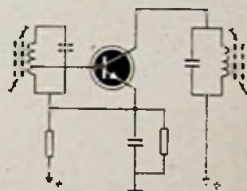

Fig. 1
9) FIG. 1 STELT VOOR HET SCHEMA VAN EEN: